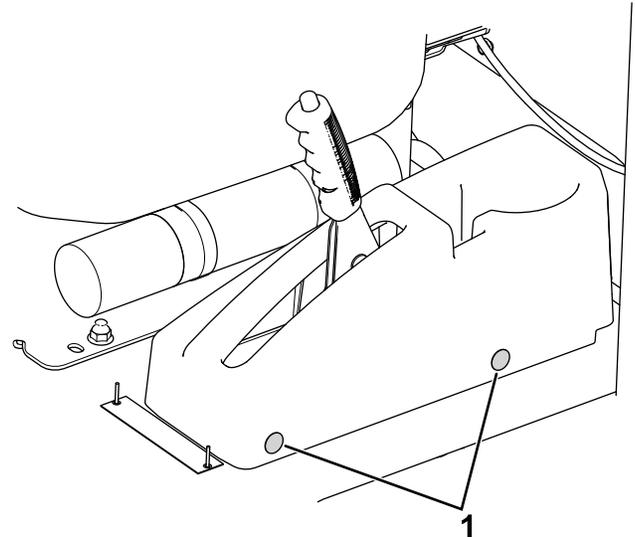

Figura 1
1. Retire los tapones existentes (Figura 1) a ambos lados de la cubierta del freno de estacionamiento.